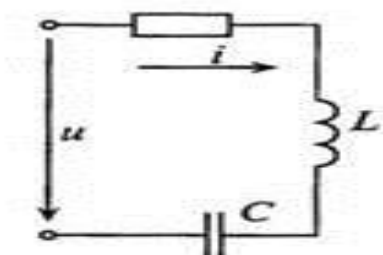

Рисунок 2 – Расчетная схема
5.1 Определить действующие значения тока, напряжения, активную мощность цепи и коэффициент мощности. Написать уравнение мгновенного значения тока цепи, если $R = 50 \text{ Ом}$, $X_L = 10 \text{ Ом}$, $X_C = 90 \text{ Ом}$ соединены последовательно (рис. 2), а приложенное напряжение задано уравнением